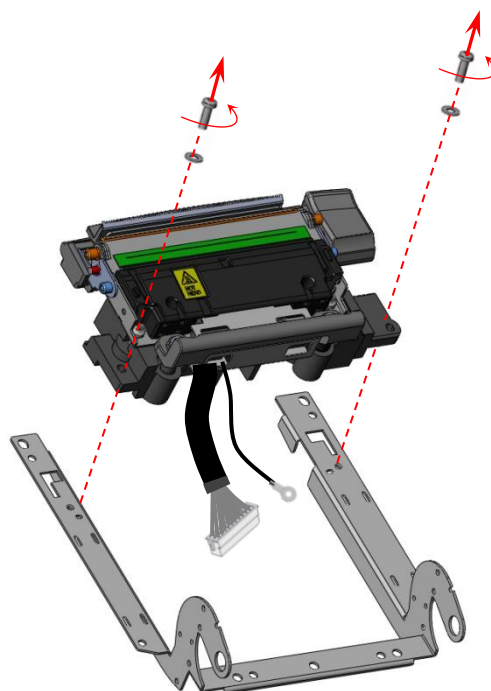

Рисунок 22. Отделение ТПГ с основанием и рычагом натяжения от металлического рычага
- 7** Прикрепить сборку к металлическому рычагу (рисунок 22).